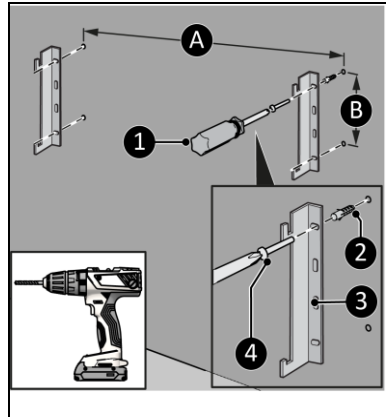

Figura 10
4. Faceți patru găuri pentru suporturi, cele două găuri inferioare la cel puțin 125 mm deasupra podelei. Distanța dintre găurile verticale (Figura 10, poz. B) este de 105 mm. Distanța dintre găurile orizontale este de aproximativ (Figura 10, poz. A și B)\*:
5. Montați prize de perete (Figura 10, poz. 2).
6. Înșurubați și strângeți suporturile din stânga și dreapta (Figura 10, poz. 3) pe perete cu un șurub mare (Figura 10, poz. 4), folosind o șurubelniță cu cap în cruce (Figura 10, poz. 1).